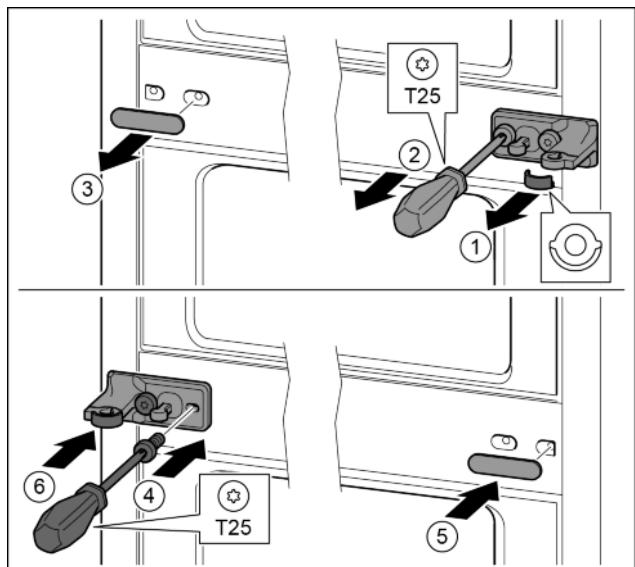

Fig. 25
- ▶ Снять шайбу. Fig. 25 (1)
- ▶ Выкрутить винты отверткой T25. Fig. 25 (2)
- ▶ Осторожно снять крышку. Fig. 25 (3)
- ▶ Плотно прикрутить опорный кронштейн с подкладкой с поворотом на 180° с другой стороны. Fig. 25 (4)
- ▶ Установить крышку с поворотом на 180° с другой стороны. Fig. 25 (5)
- ▶ Спереди надвинуть шайбу. Fig. 25 (6)